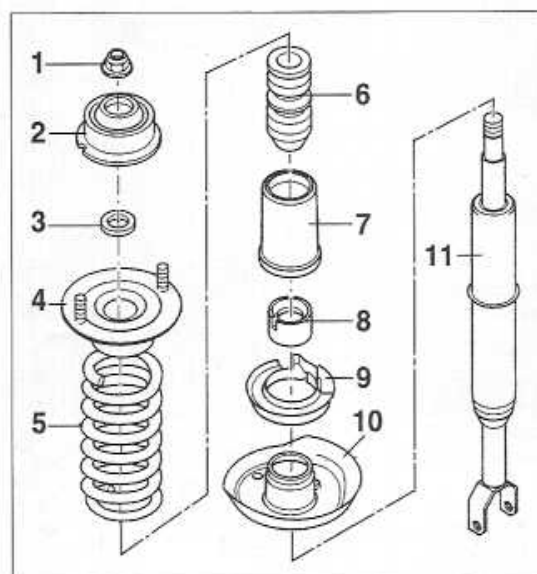

FIGURE 6-2
- Déposer dans l'ordre numérique de démontage précisé (figure 6-2), l'ensemble des pièces de l'élément de suspension.